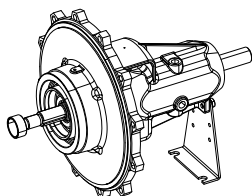

Fig. 35: Inskjutningsenhet
- Se fig. 35: För på distansringen på axeln.